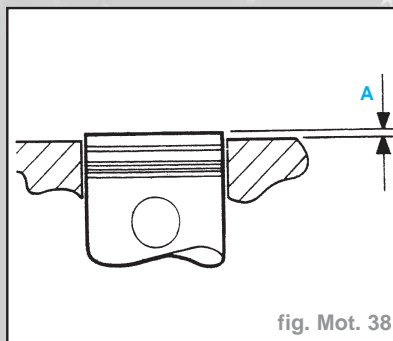

fig. Mot. 38
- Le dépassement du bloc-cylindres de tous les pistons doit être mesuré ; l'épaisseur du joint choisie correspondra à la plus grande valeur de la dimension "A". Cette dimension ne devra que toutefois dépasser **0,8 mm** (Fig. Mot. 38).